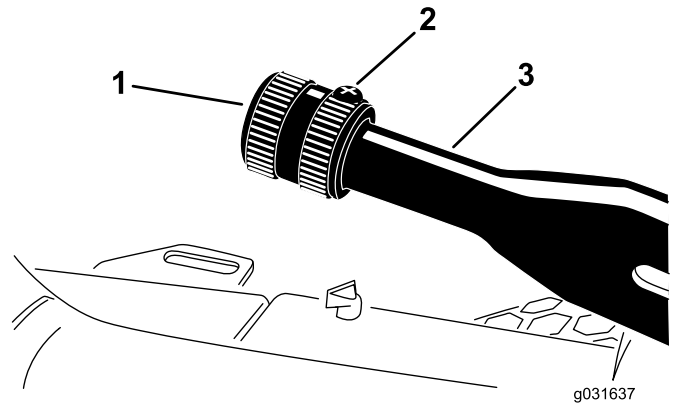

Figure 57
1. Desserrez la vis de fixation du pommeau sur le levier du frein de stationnement (Figure 57).